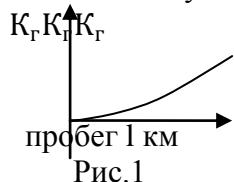

Рис.1
2. Количество машин в парке (рис.1)